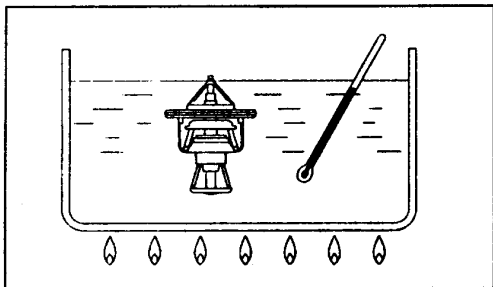

图 8-4
(1) 容器中装满水,把节温器沉入水中,搅拌使水温升高,检查节温器的开阀温度是否为标准值(见图8-4)。标准值: $82 \pm 1.5^{\circ}\text{C}$